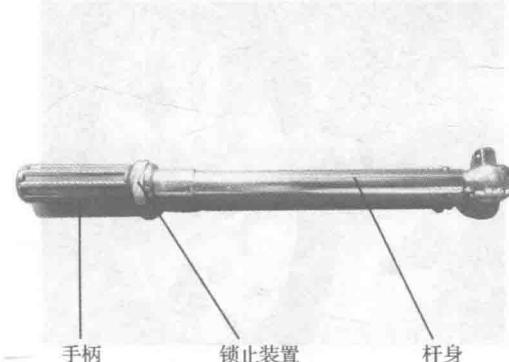

图 1-1-12 预置式扭力扳手
- 1) 选出合适的延伸杆套入扭力扳手（图 1-1-12）。